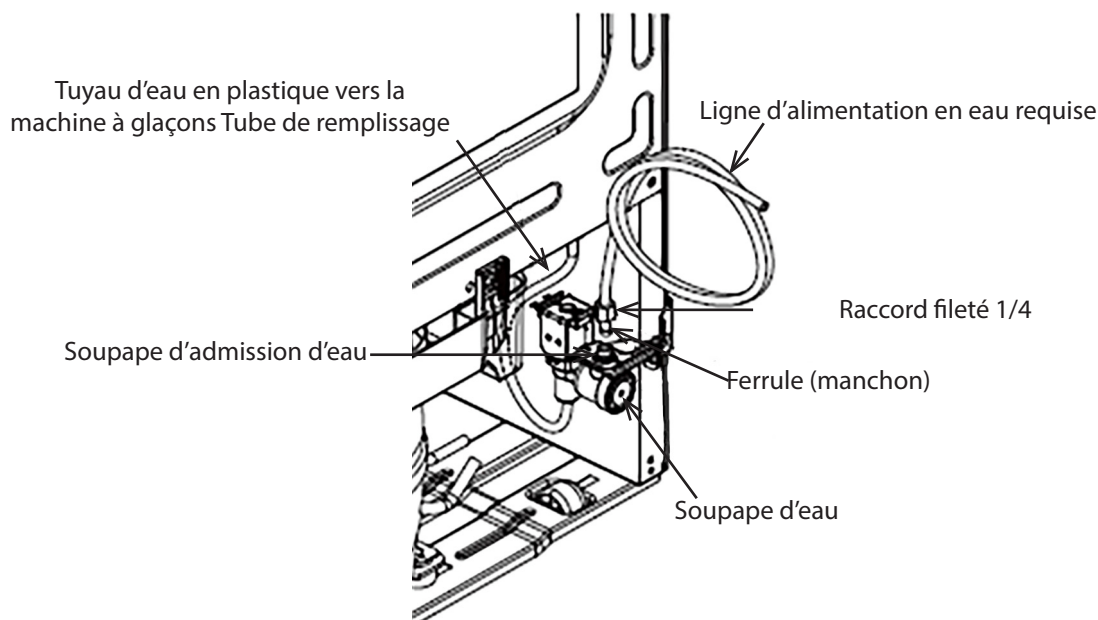

Fig. 4
2. Retirez le capuchon flexible en plastique de l'entrée de la soupape d'eau (Fig. 4).
3. Effectuez les raccordements d'eau appropriés entre le réfrigérateur et l'arrivée d'eau principale (Fig. 4).